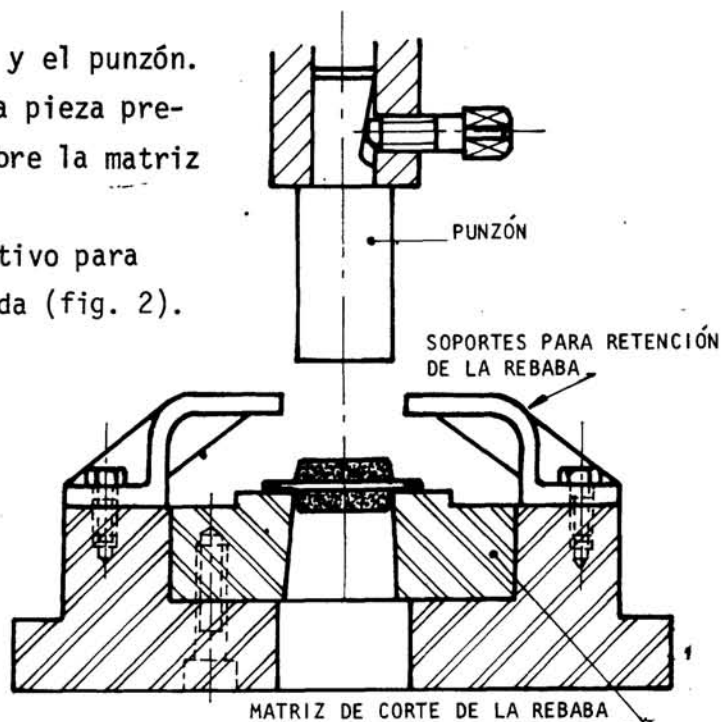

Fig. 1
- ___ b Coloque y centre la pieza previamente calentada sobre la matriz (fig. 1).